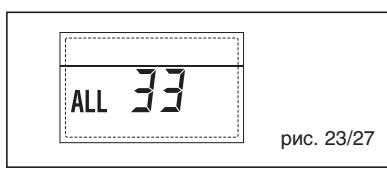

рис. 23/27
- НЕПОЛАДКА СВЯЗИ ПЛАТЫ RS-485 В КАСКАДНОМ РЕЖИМЕ "ТРЕВ. 34" (рис. 23/28)